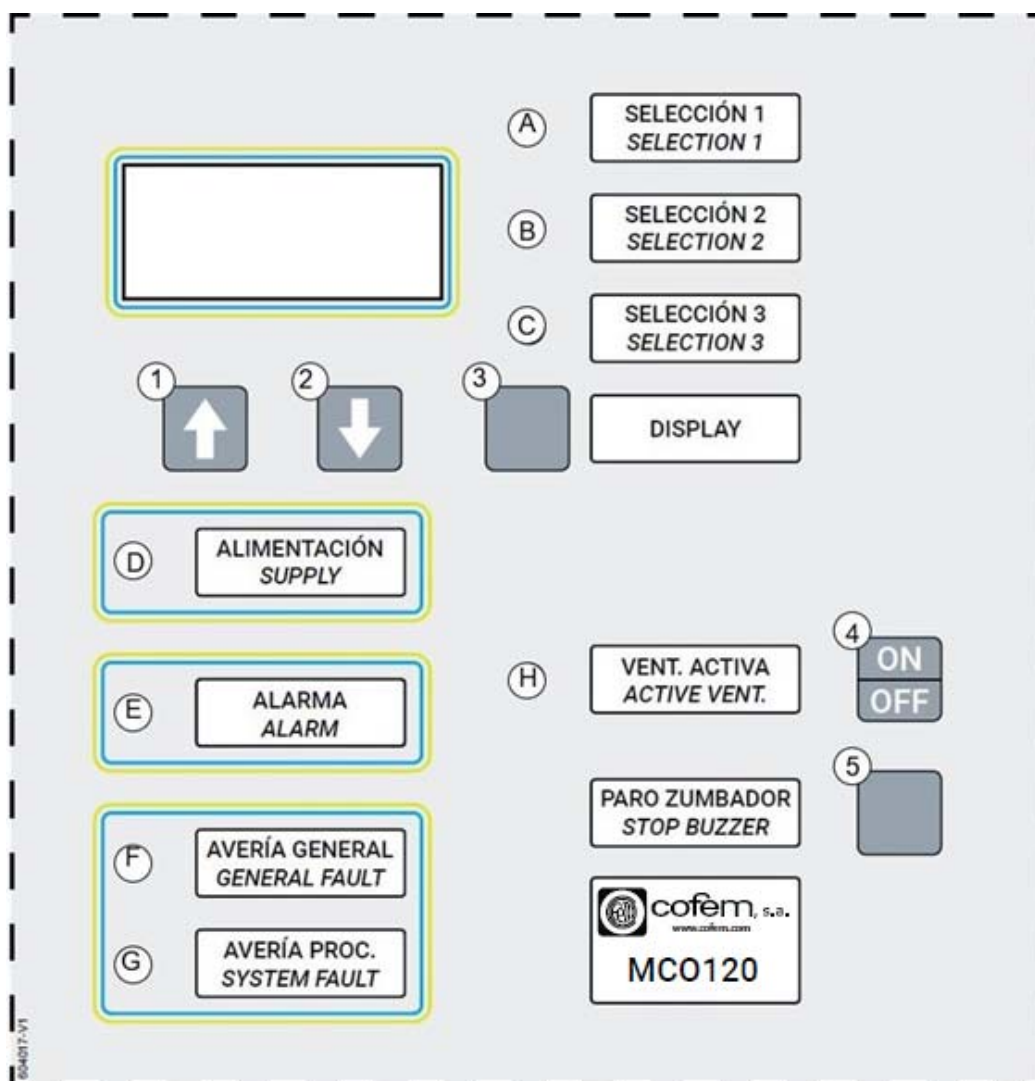

Figura 9: Painel de controle do painel
O sistema de alarme funciona da mesma forma que o sistema de ventilação com a particularidade de que, ao ser acionado, também funciona o campainha incorporado na própria central, além do LED que indica o estado do alarme (ver *Figura 9*).
Será acionado sempre que houver falha no sistema ou falta de energia, indicando o estado da falha através do seu LED correspondente (para mais informações veja *Figura 9* e *Tabela 4*). Só é desativado quando não há falha no sistema e o central está energizado (o contato Comum-Normalmente Aberto "NO" do relé esta eletricamente aberto).
O referido painel de controle é comum a todas os central e está representado na *Figura 9*, onde os LEDs estão marcados com letras e os botões de controle com números.
8. Se o modelo da unidade de controle for DVB, desconte a fonte de alimentação da unidade de controle. A central deve ativar a campainha e o LED "Alimentação" (letra D na *Figura 9*) piscará. Depois de verificar se o sistema está estável e continua funcionando normalmente, reconecte a energia da rede. O LED de alimentação (letra D na *Figura 9*) deve estar aceso e fixo.